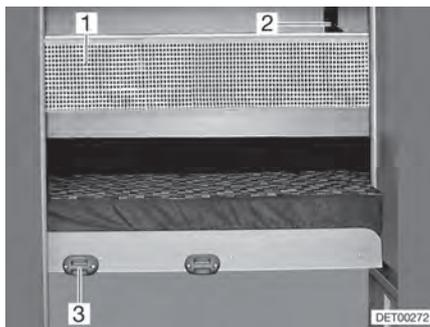

Fig. 77 Filet de sécurité
- Accrocher l'échelle de montée par les longerons sur le bandeau (Fig. 77,3) installé sur le cache.
Le filet de sécurité (Fig. 77,1) de série est rangé entre le matelas et le sommier à lattes. Ne tendre le filet de sécurité qu'une fois que la personne se trouve dans le lit.
- Faire s'enclencher les sangles de retenue (Fig. 77,2) dans les œillets du plafond.